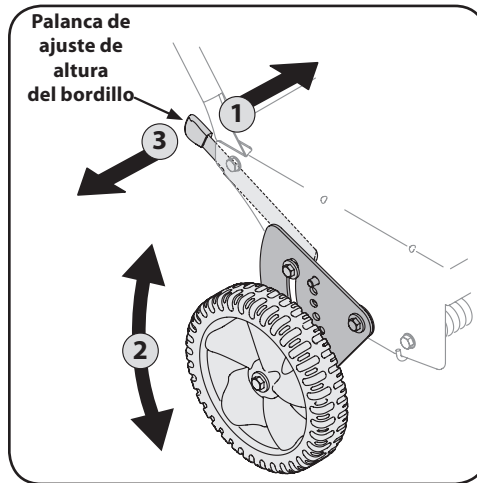

Figura 4-4
1. Baje la rueda posterior derecha moviendo la palanca de ajuste de la altura del bordillo ligeramente a la izquierda. Vea la Figura 4-4.
3. Suelte la palanca de ajuste de la altura del bordillo para trabar la rueda en esa posición. Vea la Figura 4-4.